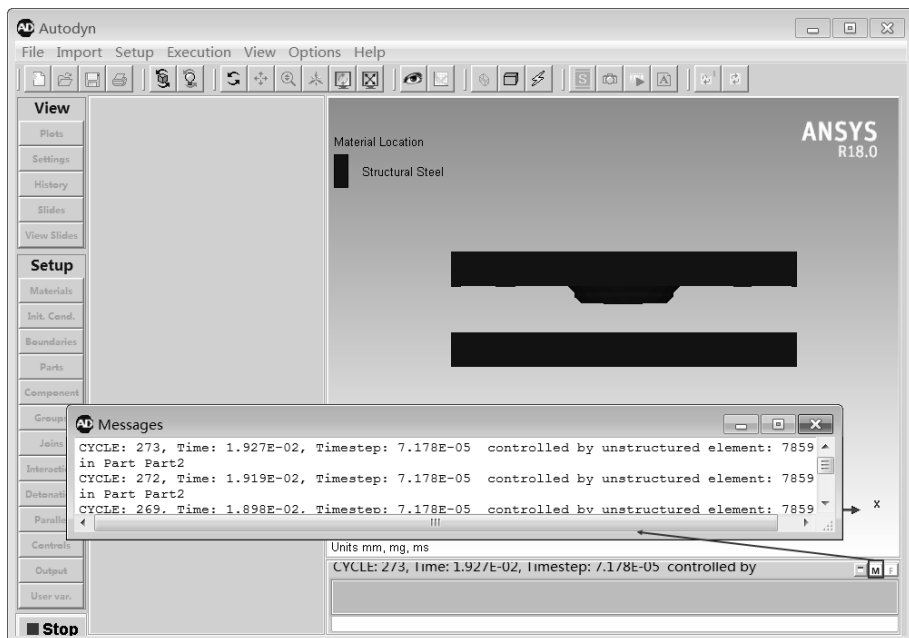

图 11-70 AUTODYN 计算过程数据显示
Step4: 图 11-70 所示为 Autodyn 计算过程数据显示。